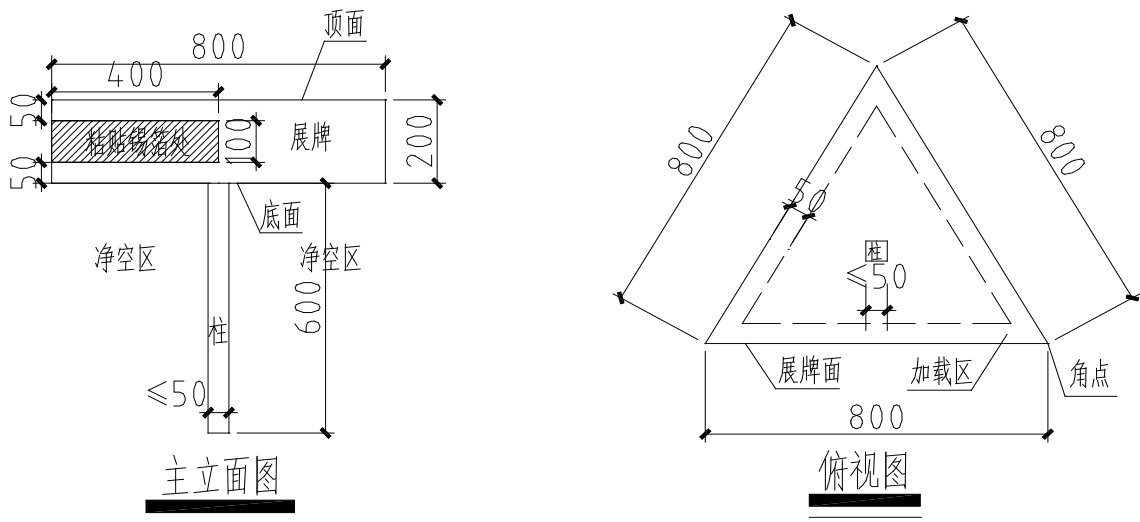

图4 展牌示意图
上部广告牌模型分为两个部分，即展牌部分与单柱部分，如图 4 所示。
- 2、模型检测及称重后，由抽签结果，将展牌面对限位装置面粘贴锡箔纸（共两面），粘贴方式如图 4 主立面图。
展牌顶面（高 800mm）设置加载区，加载区设置位置为边长向内部延伸 50mm，如图 4 俯视图。